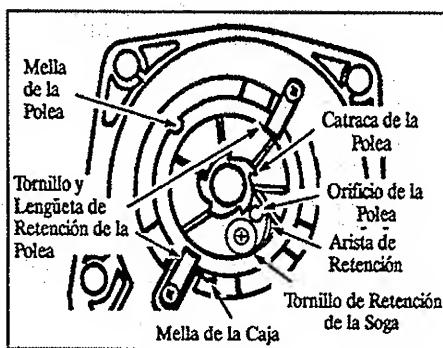

Figura 16
- Retire el tornillo retentor en la polea (Figura 16) y saque los pedazos quebrados de soga, si hay.
- Agarre la catraca de la polea y enrósquela hacia la derecha (en el sentido del reloj) hasta que la polea se detenga. Luego, desenrosque lentamente la polea hacia la izquierda (en contra del sentido del reloj) hasta que la mella en la polea esté alineada con la mella en la caja de la polea. Figura 16. Introduzca la llave hexagonal en el orificio formado por amas mellas. Figura 16.
- Pase la soga dentro de la polea, luego por el Orificio de la Polea. Figura 16.